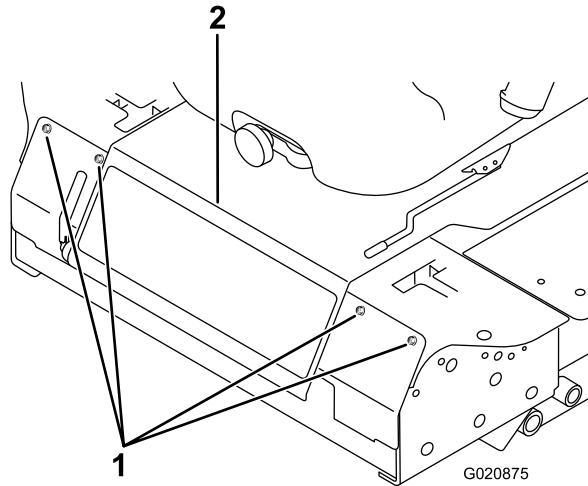

図 86
3. 前パネルを止めているボルトを外して前パネルを外す(図 86)。